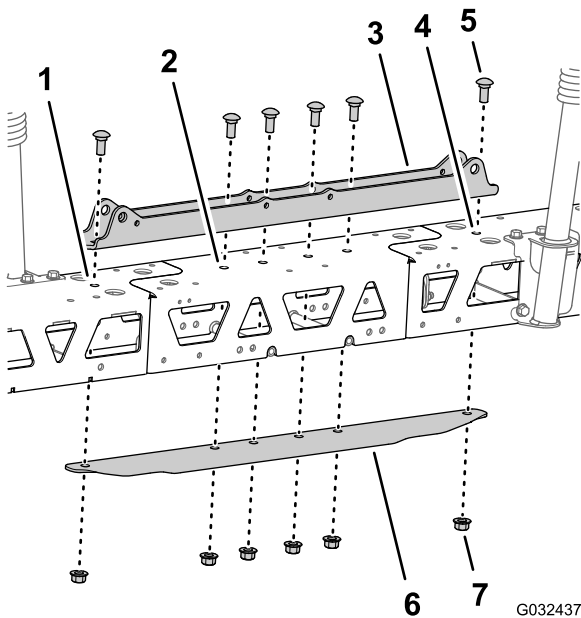

Figura 53
5. Alinee los orificios del soporte de los cilindros con los orificios situados en la línea central del perfil del travesaño y de la extensión del brazo central. (Figura 53)
6. Inserte la pletina de unión en el perfil del travesaño y alinee el orificio de la pletina con los orificios situados en la línea central de los perfiles y de la extensión del brazo (Figura 53).
7. Ensamble el soporte de los cilindros, los perfiles, la extensión del brazo central y la pletina de unión con los 2 pernos de cuello cuadrado (1/2" x 1 1/4") y las 2 contratuercas con arandela prensada (1/2") que retiró en el paso 2 de Separación de los perfiles de la sección de fumigación central (página 25), y los 4 pernos de cuello cuadrado (1/2" x 1 1/4") y 4 contratuercas con arandela prensada (1/2") del kit de acabado del sistema de fumigación GeoLink (Figura 53).